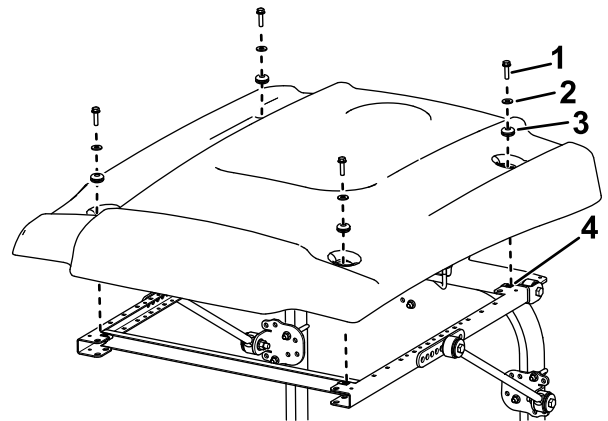

Figura 28
15. Ao alinhar os furos de montagem, posicione o toldo na estrutura como se mostra na Figura 28.
16. Monte, sem apertar completamente, cada canto do toldo na estrutura com um parafuso de cabeça flangeada (5/16 x 1 pol.), uma anilha pequena e um olhal (Figura 28).